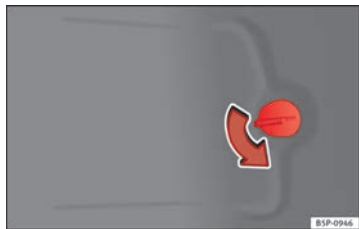

Abb. 195 Rücklichter an der Karosserie
- Öffnen Sie den Deckel am Seitenteil des Gepäckraums ⇒ Abb. 195.